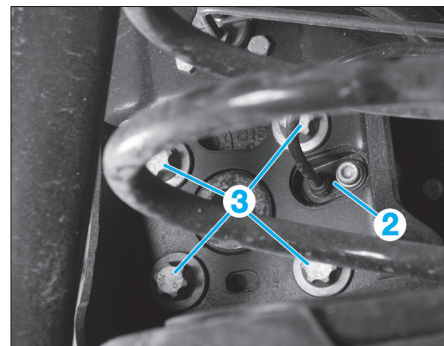

Fig. 30
- Déposer le capteur de vitesse (2) du moyeu arrière (Fig.30).